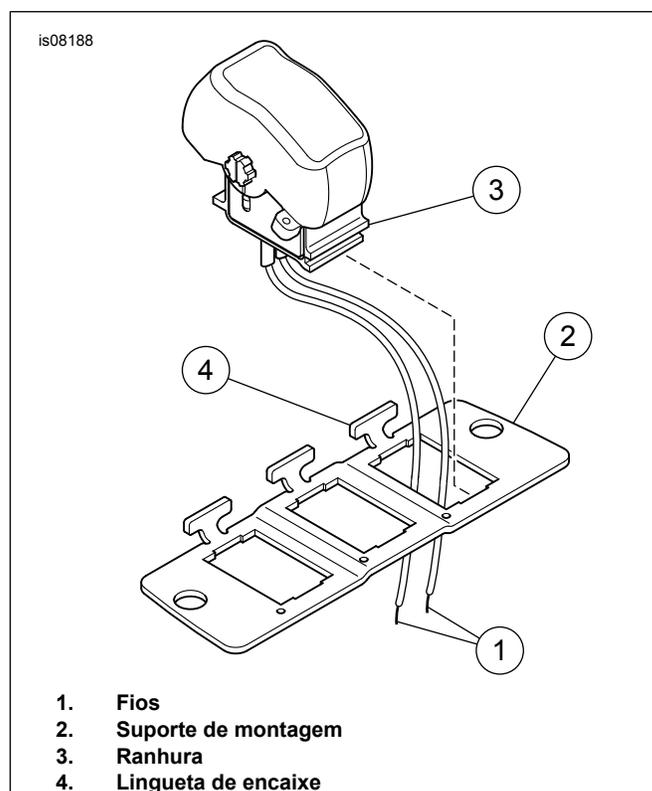

Figura 1. Instalação do interruptor oscilante no suporte de montagem
6. Veja Figura 1. Passe os fios do interruptor (1) através da abertura do suporte de montagem (2) e encaixe a ranhura (3) na parte inferior do interruptor com a borda da abertura oposta à lingueta de encaixe (4). Assente o interruptor na abertura.